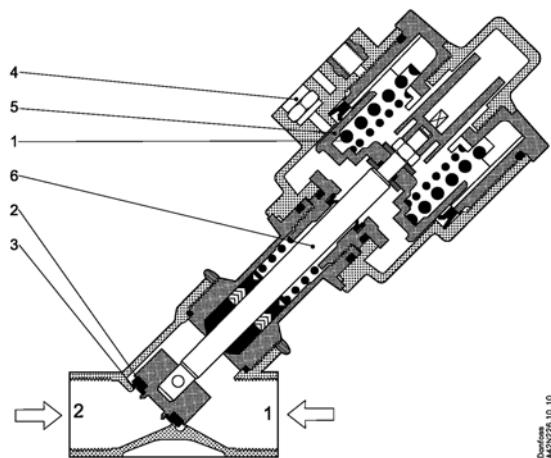

Рис. 1.1.
Клапан (рис. 1.1.) удерживается в закрытом состоянии пружиной (1), которая прижимает упорную прокладку (2) к седлу клапана (3). При подаче давления через присоединение (4) управляющий поршень (5), шпиндель (6) и упорная прокладка (2) поднимаются и клапан открывается.